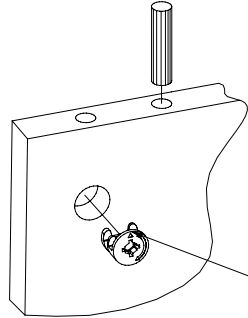

Рис.2
3. Вбейте шканты в торцевые отверстия деталей 1, 2, 5 (Рис. 2).